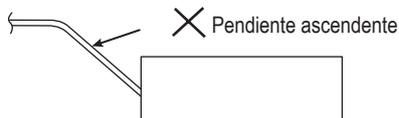

Fig. 2-9
- No instalar el tubo en pendiente ascendente desde el orificio de conexión. Esto ocasionará que el agua fluya en sentido inverso y que se filtre cuando la unidad no esté funcionando. (Fig. 2-9)